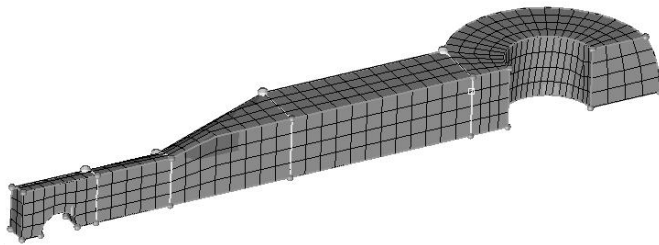

图 5-66 完成网格划分
(10) 单击 mesh 按钮完成网格划分, 如图 5-66 所示。